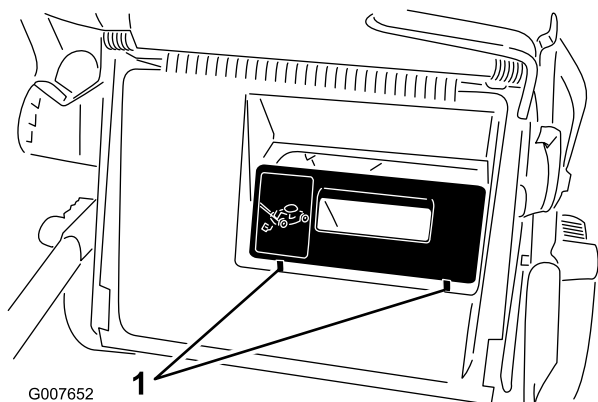
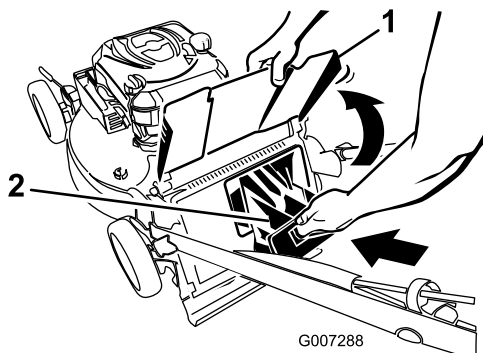

Figure 28
Figure 29
**Important:** Vérifiez que l'obturateur de l'éjecteur arrière est bien en place. Soulevez le déflecteur d'éjection et cherchez les 2 languettes situées devant l'obturateur (Figure 28). Si vous ne les trouvez pas, appuyez fermement sur l'obturateur jusqu'à ce qu'il s'enclenche en position (Figure 29).